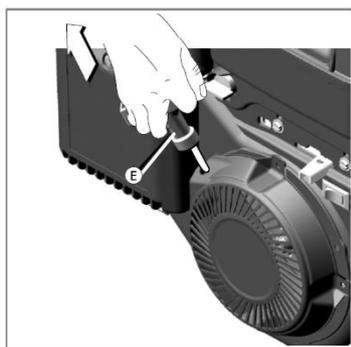

Fig. 10
4. Arranque el motor en el Verti-Top Tow Behind (Fig. 10).